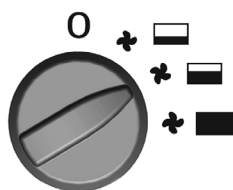

FIG. 2
- **Fig. 2** – Capacité moyenne